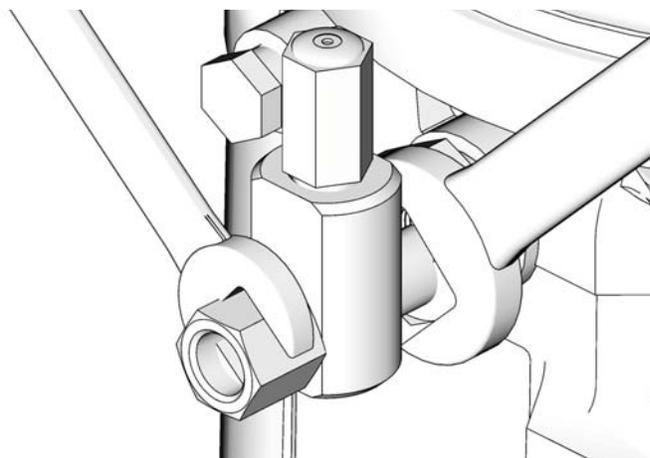

图 15
1. 松开泵元件配件（图 15）。
3. 使用两个扳手逆向操作来紧固泵元件（图 15）。